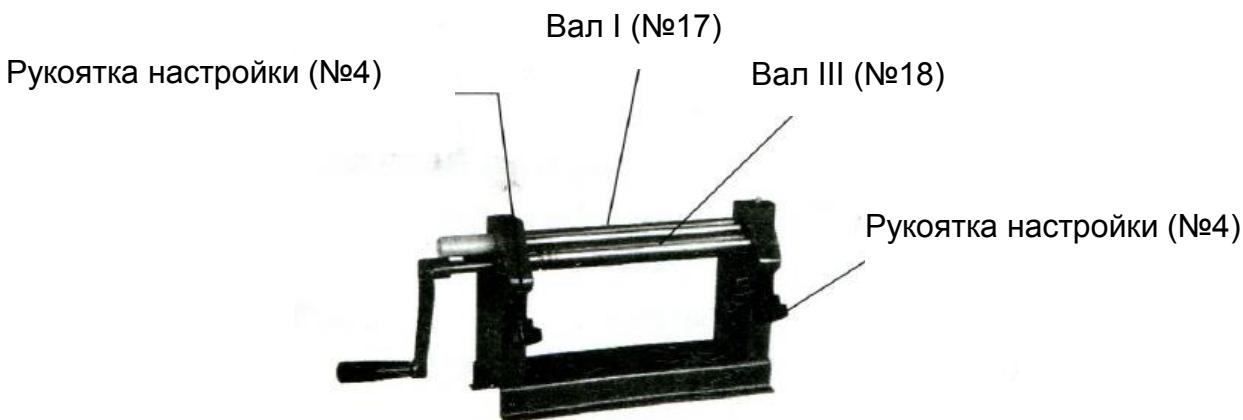

Рисунок 2 – Регулировка зазора между валами
- Для увеличения зазора между ВАЛОМ I и ВАЛОМ III (№8) и увеличения диаметра валов необходимо ослабить РУКОЯТКУ НАСТРОЙКИ (№4). Для уменьшения диаметра валов необходимо затянуть рукоятку. Для придания заготовкам цилиндрической формы обе рукоятки должны быть затянуты с одинаковым усилием, для получения конусообразной формы с одной стороны рукоятка должна быть затянута сильнее. См. Рисунок 2.